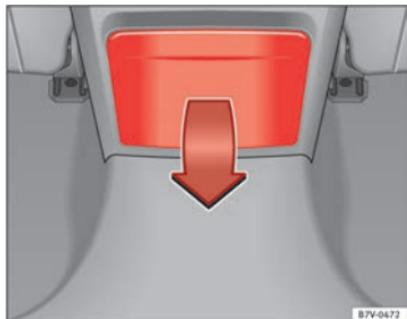

Abb. 118 In der Mittelkonsole hinten: Getränkehalter ausklappen.
- Zum *Öffnen* Getränkehalter in Pfeilrichtung → Abb. 118 nach unten klappen.